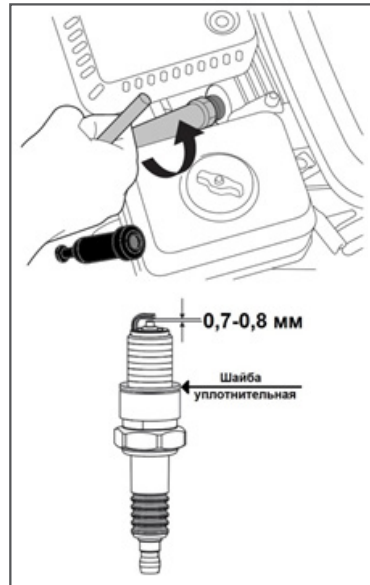

Рис. 23 Обслуживание свечи зажигания
- Измерьте зазор между электродами свечи зажигания специальным щупом. Зазор должен быть 0,7-0,8 мм (Рис. 23). При увеличении или уменьшении требуемого зазора, рекомендуется заменить свечу, так как регулировка зазора может привести к изменению качества искрообразования.